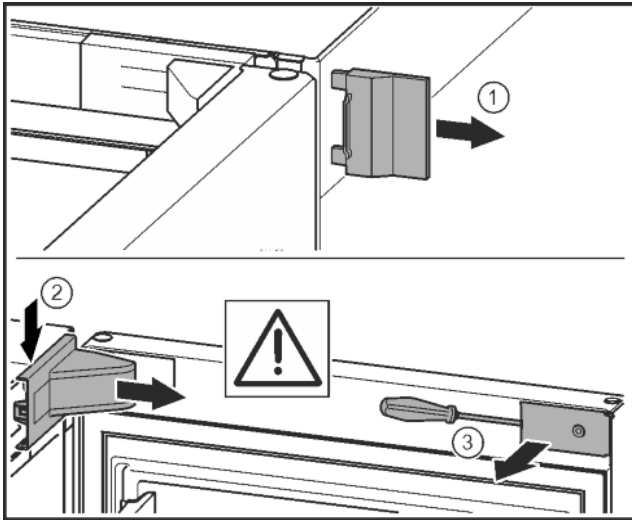

Fig. 10*
- ▶ Buitenste afdekking verwijderen. Fig. 10 (1)*
- ▶ Lagerboutafdekking ontgrendelen en losmaken. Afdekking van de lagerbus verwijderen. Fig. 10 (2)*
- ▶ Paneel met de sleufschroevendraaier losmaken en naar de zijkant draaien. Fig. 10 (3)*